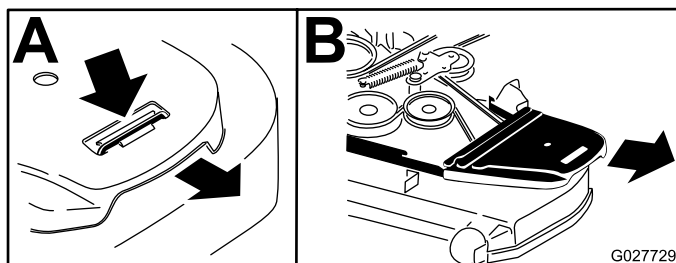

Figura 63
7. Retire las cubiertas de la correa (Figura 63).